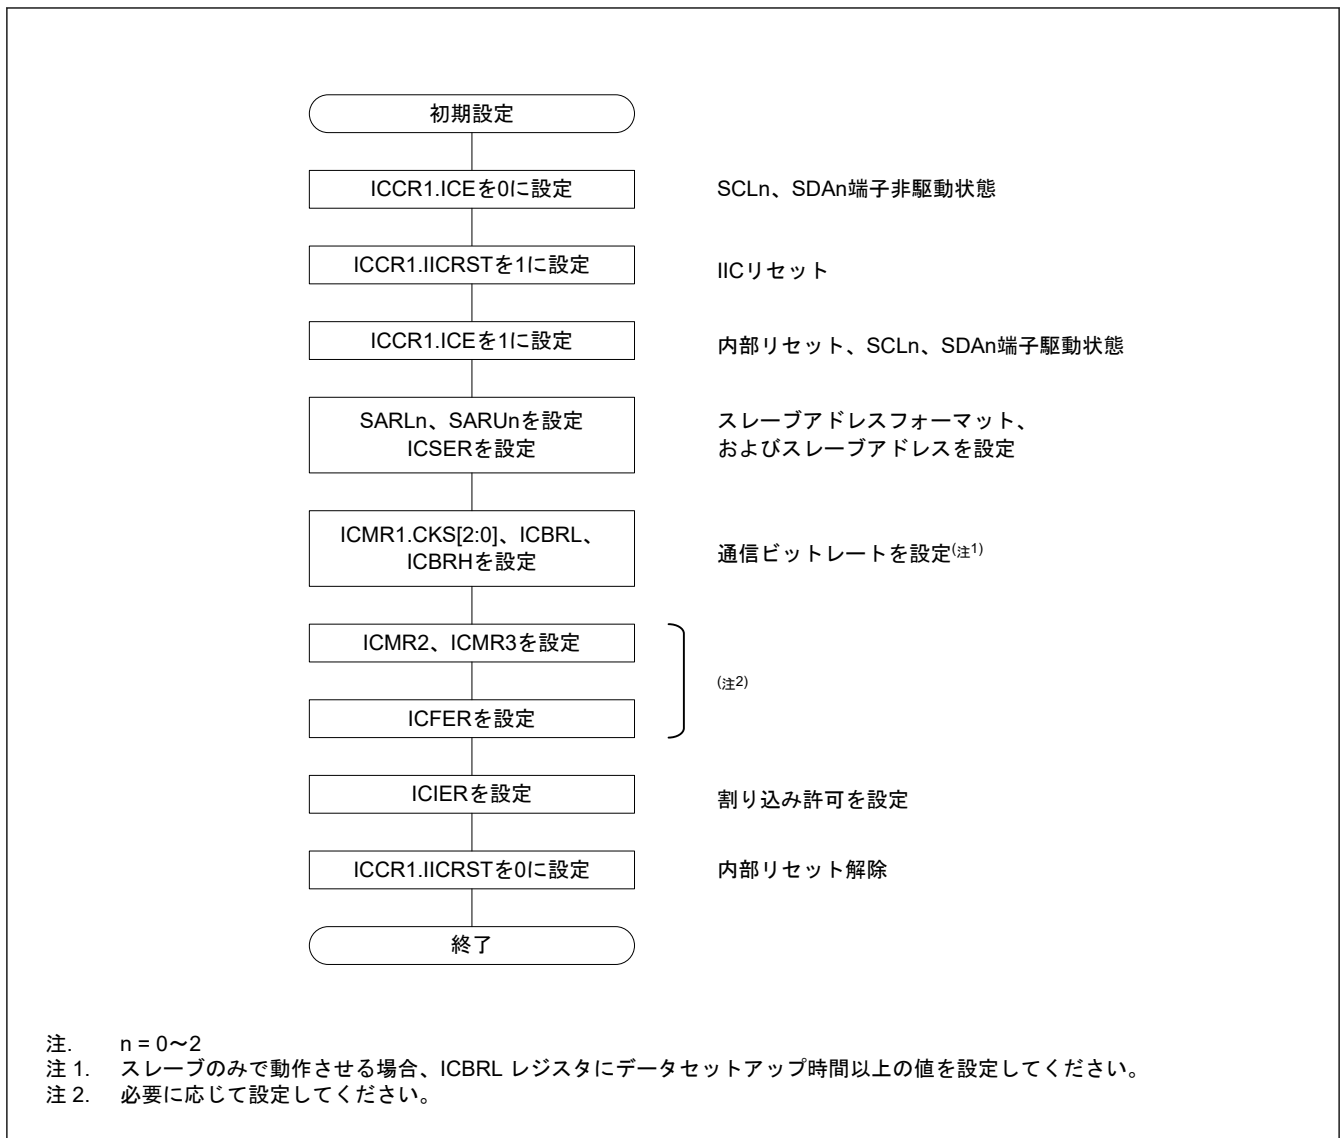

図 31.5 IIC の初期化フローチャート例
データの送受信を開始する前に、図 31.5 に示す手順に従って IIC を初期化してください。
4. SARLy、SARUy、ICSER、ICMR1、ICBRH、および ICBRL レジスタ (y = 0~2) を設定し、必要に応じてその他のレジスタを設定します。IIC の初期設定については、図 31.5 を参照してください。